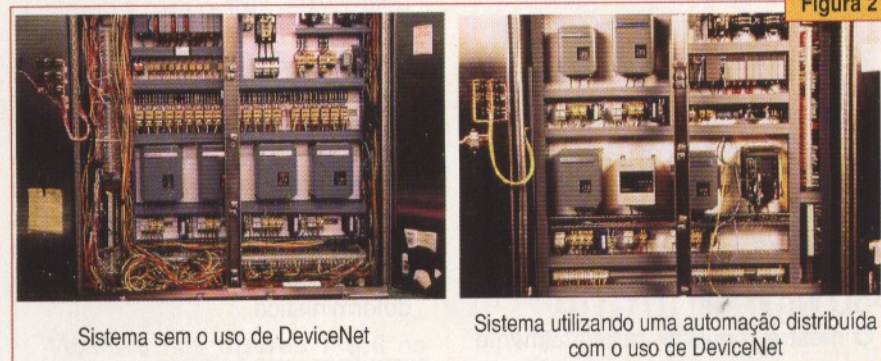

Figura 2
- Redução da fiação elétrica e com isso reduzindo também seus custos de instalação; veja figura 2.